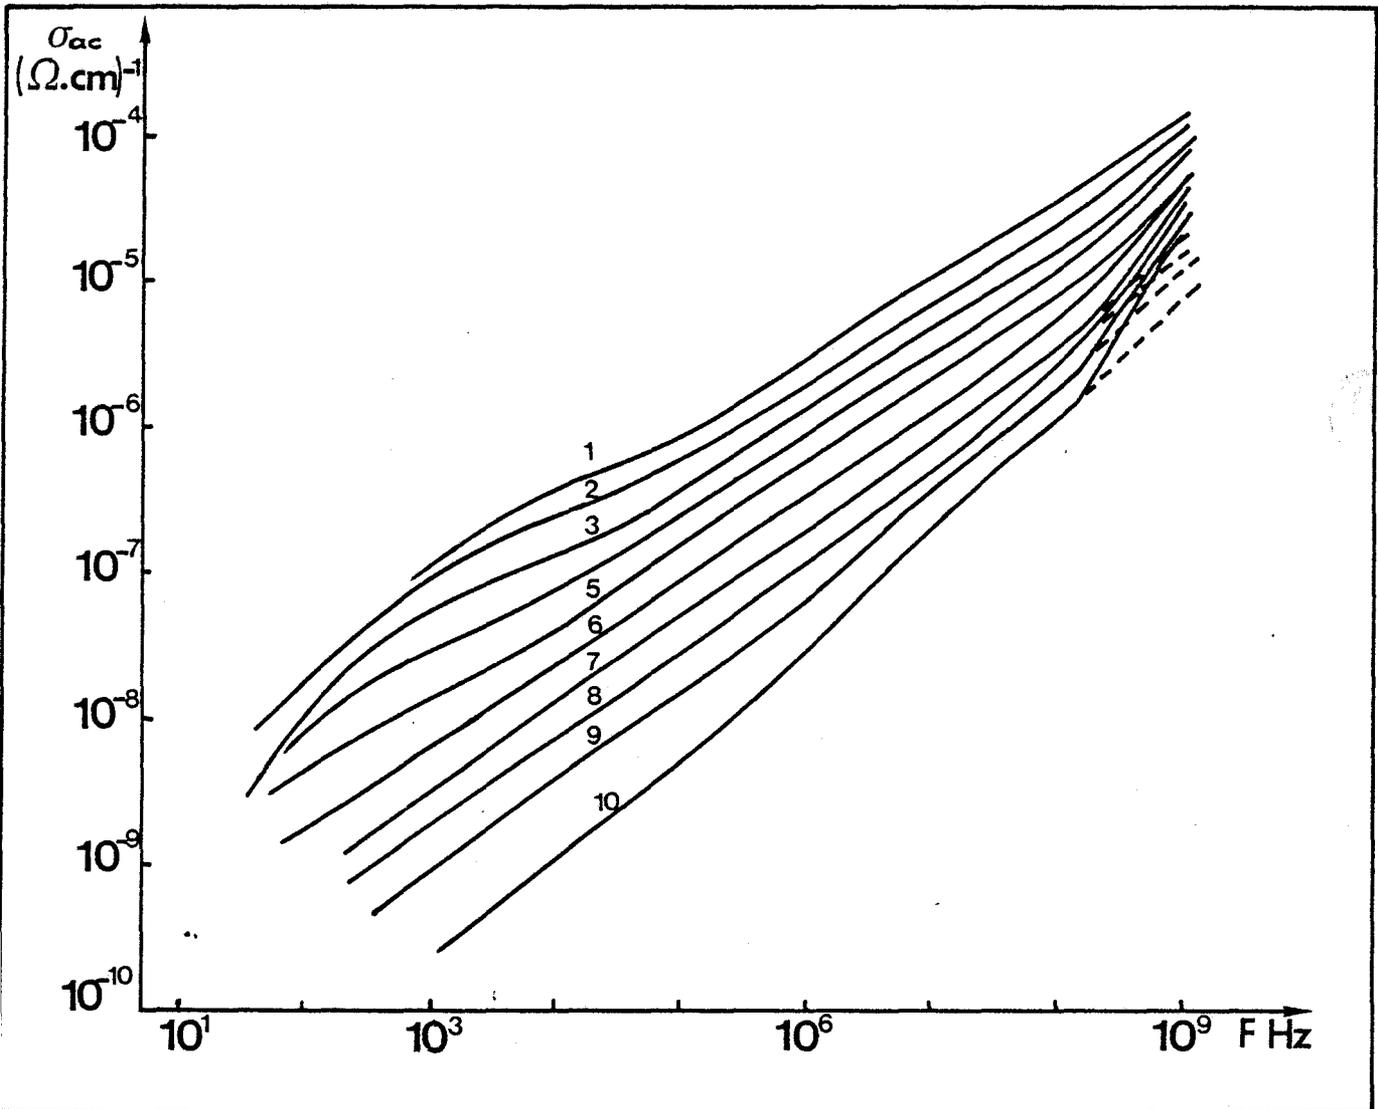

FIGURE F.1.5
- Figure F.1.5. Conductivité dynamique $\sigma_{\text{ac}} = f(\omega, T)$